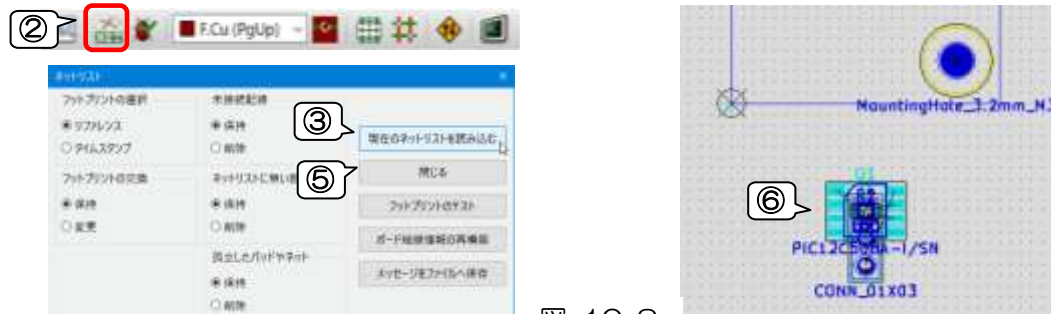

図 10-8
(8) ネットリストの読込
- ① グリッドを0.6350mm(25.00mils)にします
- ② 上ツールバー  「ネットリストの読み込み」をクリックします。図 10-8
- ③ ネットリスト・ダイアログ[現在のネットリストを読み込む]をクリックします。
- ④ 確認ダイアログが開くので[はい]をクリックします。
- ⑤ [閉じる]をクリックします。
- ⑥ フットプリントの塊りが現れます。